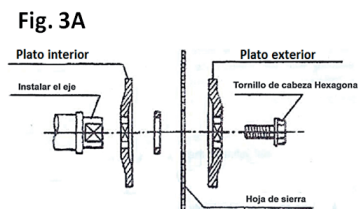

Fig. 3A
6.- Coloque el plato exterior, fijandolo con el tornillo hexagonal. ( fig.3A)